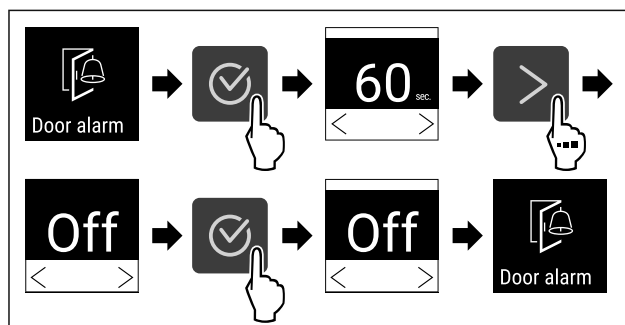

Fig. 97
- ▶ Følg anvisningene (se Fig. 97) .